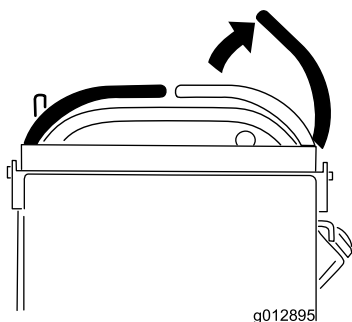

Figure 11
- Amenez les leviers de commande de déplacement au POINT MORT et le levier de commande droit en position de VERROUILLAGE AU POINT MORT (Figure 11).